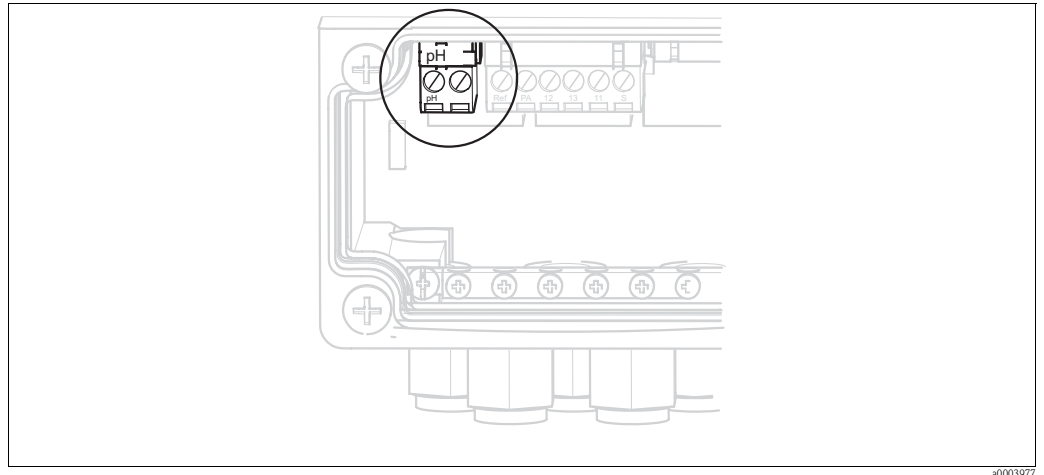

Abb. 28: pH-Klemme am Gehäusedeckel
3. Entfernen Sie die am Gehäusedeckel befindliche Klemme "pH" (s. Abb. 28) aus dem Gerät und ersetzen sie durch die mitgelieferte Klemme "DRN/SRC".